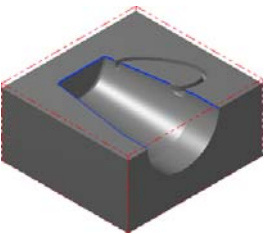

图 21.32 边界 2
Step2. 绘制边界 2。参照 Step1 的操作方法, 完成其余曲面边界曲线的创建, 结果如图 21.32 所示。